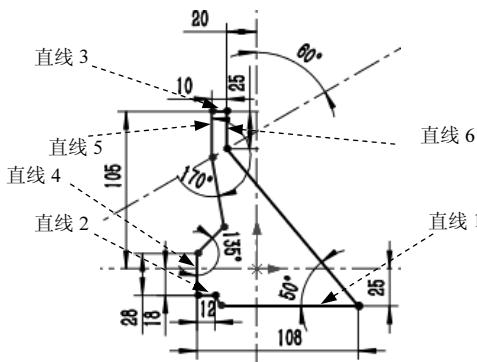

图 9.5 修改尺寸约束
Step 2 按照 Step1 中的操作方法, 依次修改其他尺寸约束, 修改完成后如图 9.5 所示。
Step 1 添加“水平”约束。按住 Ctrl 键, 选择图 9.5 所示的直线 1、直线 2 和直线 3, 系统弹出“属性”对话框, 在 **添加几何关系** 区域单击 **水平(H)** 按钮。
Step 2 添加“竖直”约束。选择图 9.5 所示的直线 4、直线 5 和直线 6, 系统弹出“属性”对话框, 在 **添加几何关系** 区域单击 **竖直(V)** 按钮。